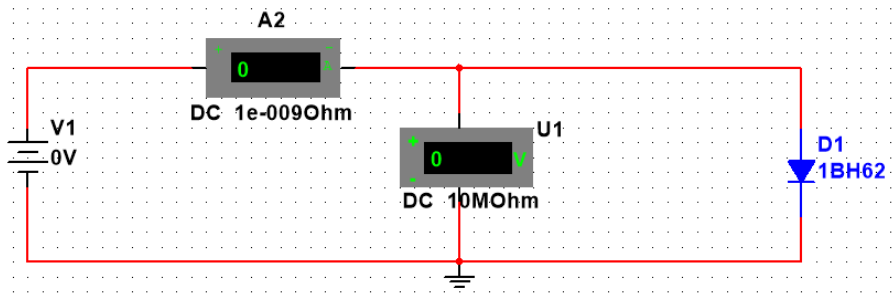

Рисунок 2.4 – Схема для исследования прямой ветви ВАХ выпрямительного диода
- 3.6. Соберите все элементы в электрическую схему, рисунок 2.4.